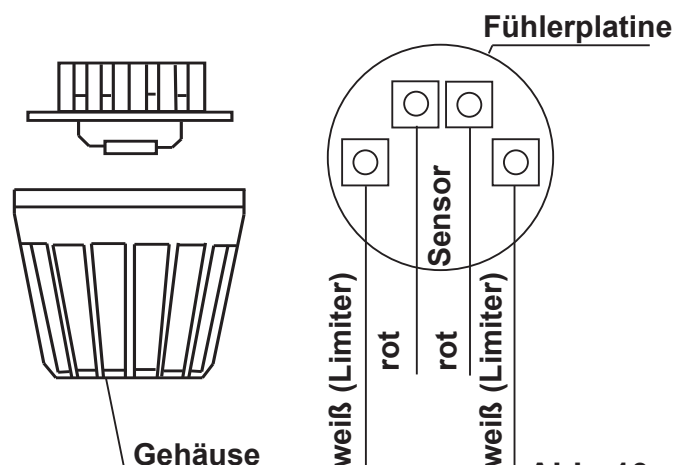

Abb. 10
3. Führen Sie die Fühlerkabel durch das gebohrte Loch und schließen Sie die Fühlerleitung gemäß Abb. 10 an.
4. Die Leitungen für den Begrenzer (weiß) und den Temperaturfühler (rot) gemäß Abb. 10 an der Fühlerplatine ankleben: Die Fühlerplatine anschließend in das Gehäuse einrasten.